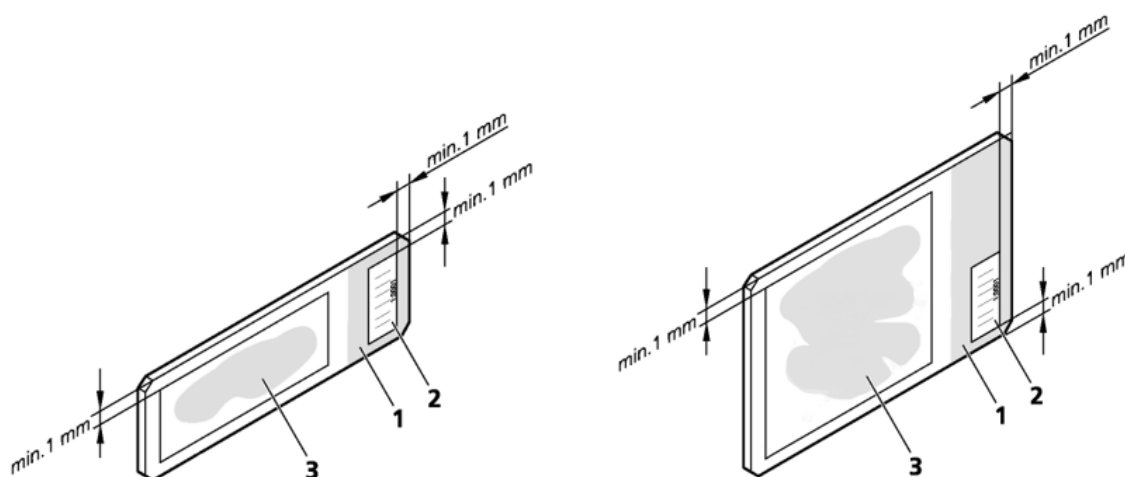

Figure 31 : Lames porte-objet standard et grand dotée d'étiquette code-barres
Pour l'identification du code-barres, il est primordial de laisser à chaque côté, une distance de 1 à 2 mm entre les bords de l'étiquette comprenant le code-barres et ceux la zone de l'étiquette de la lame. L'étiquette du code-barres ne doit jamais dépasser les bords de la lame porte-objet et ne doit jamais adhérer à la surface de la lamelle couvre-objet (**Figure 31 - 3**). L'épaisseur de l'étiquette code-barres ne peut pas être supérieure à 0,4 mm et l'épaisseur totale de la lame (y compris la ou les étiquettes et la lamelle couvre-objet) peut être de 1,65 mm au maximum.
- Lors de la pose de l'étiquette code-barres, garder la distance requise entre les bords de la lamelle couvre-objet et ceux de la lame porte-objet (voir la **Figure 31**)